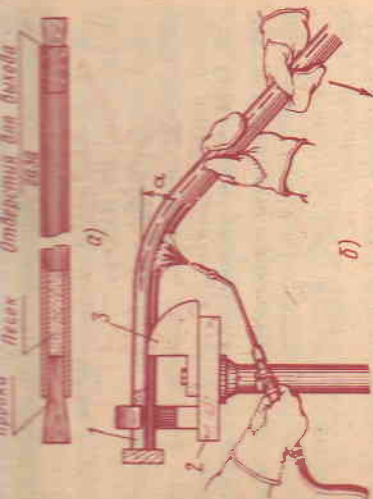

Рис. 35. Гибка труб в нагретом состоянии:
2. Закрепить один конец трубы пробкой-заглушкой (для труб малых диаметров применяют пробки глиняные, резиновые или из твердых пород дерева, для труб больших диаметров — металлические). Длина пробки-заглушки — 1,5–2 диаметра, конусность 1:10 (рис. 35, а).
7. Вставить трубу 1 в приспособление 2 и усилием рук в сторону изгиба согнуть ее по копиру 3 (рис. 35, б).